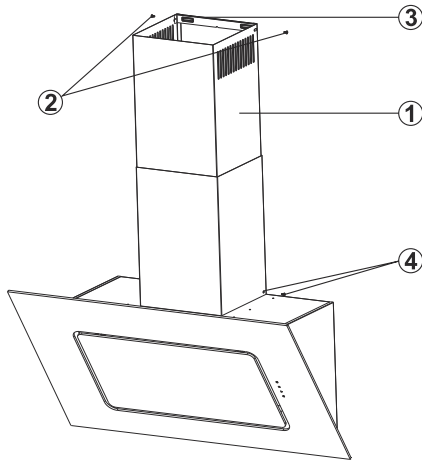

Fig. 9: MONTERING AV SKORSTEN
- Montera skorstensbeslagen på toppen av fläkten med 2 x M5x35 skruvar (Fig. 9/3).
Den invändiga och utvändiga skorstenen sätts i varandra (Fig 9).